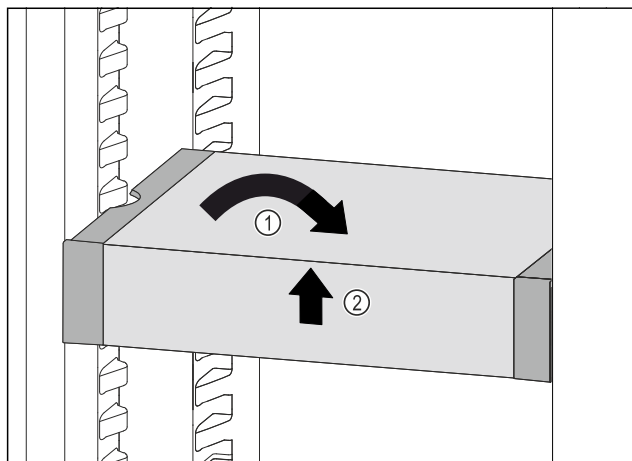

Fig. 97
- Вирівняти VarioSafe. Fig. 97 (1)
- Підняти VarioSafe спереду. Fig. 97 (2)